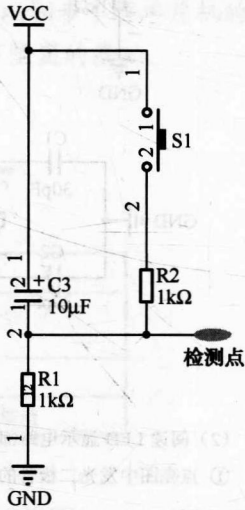

图 1-3 复位电路
(1) 在原理图中找到电源部分，请将原理图抄画下来，并对照 PCB 图和 PCB 板，将检测好的元器件插到相应的位置上，检查无误后，利用电烙铁进行焊接。
(2) 电源部分焊接完成以后，将 PCB 板连接上电源，按下开关 S4，观察现象，并将现象记录下来。
(3) 在原理图中找到复位电路部分，如图 1-3 所示，并对照 PCB 图和 PCB 板，并将检测好的元器件插到相应的位置上，检查无误后，利用电烙铁进行焊接。同时找到 40 引脚的底座，并完成焊接。
复位电路焊接完成后，将 PCB 板连接上电源，按下开关 S4 后，操作按钮开关 S1，用万用表测试图 1-3 中检测点的电压情况，并将测试现象记录下来，填入表 1-3 中。